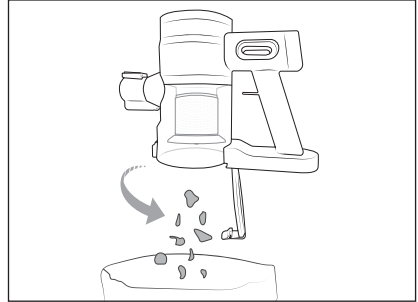

Abb. 10
① Hinweis
- 1) Entfernen Sie bei Bedarf das Teleskopsaugrohr **16**. Halten Sie den Staubbehälter **2** in einen Abfalleimer und lösen Sie die Staubbehälterdeckel-Entriegelungstaste **4**. Der Staubbehälterdeckel **3** öffnet sich und der Inhalt wird in den Abfalleimer entleert (siehe Abb. 10).